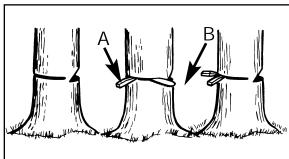

Рис. 11С
1. Используйте деревянные или пластиковые клинья (A), чтобы избежать втягивания шины или цепи (B) в пропил. Клины также позволяют контролировать направление падения дерева (Рис. 11С).
ПРЕДУПРЕЖДЕНИЕ: Когда валочный распил приблизится к стволу, дерево должно начать падать. Как только дерево начнет падать, выньте пилу из прореза, заглушите двигатель, отложите пилу в сторону и быстро отойдите в заранее намеченную сторону (Рис. 11А).